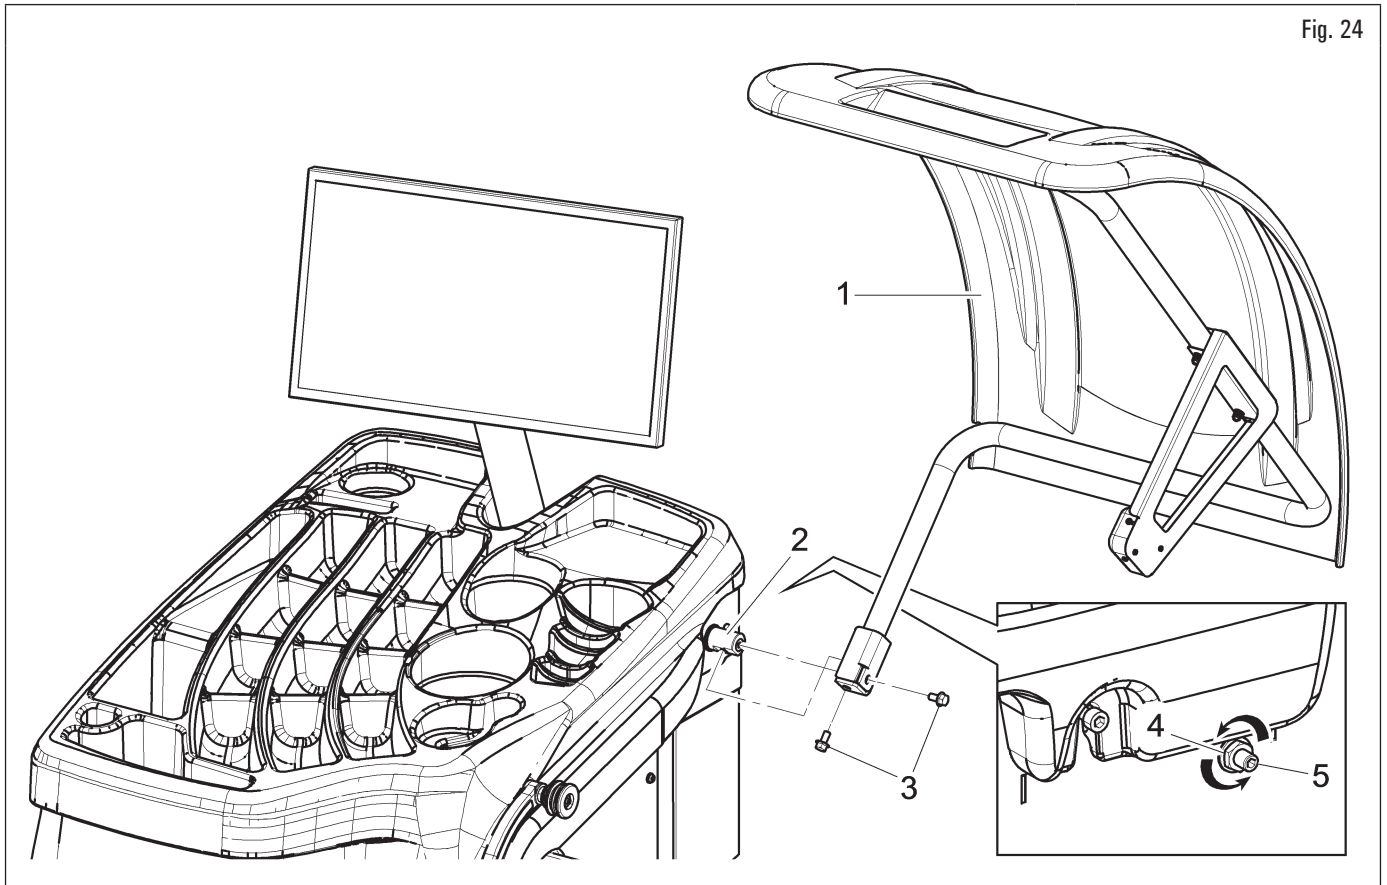

Fig. 24
1. Monter le carter de protection (Fig. 24 réf. 1) au support (Fig. 24 réf. 2) avec les vis (Fig. 24 réf. 3) ;
2. ajuster le mouvement du carter en desserrant l'écrou (Fig. 24 réf. 4) et en vissant (augmentation du freinage de rotation) ou en dévissant (diminution du freinage en rotation) le goujon (Fig. 24 réf. 5).